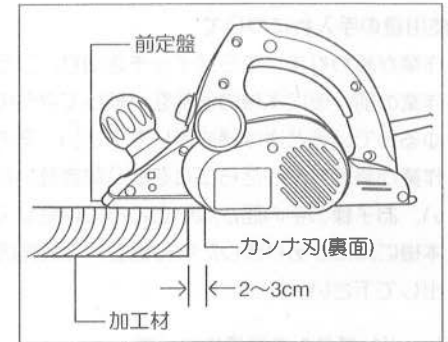

図12
- ①加工材に本機の前定盤をのせ、カナナ刃が加工材に接触しない位置にします。(図12参照)
- ②スイッチの引金を引き、回転が安定してから削り始めます。
- ③本機を水平に保ち、加工材に密着させてゆっくりと押し進めます。